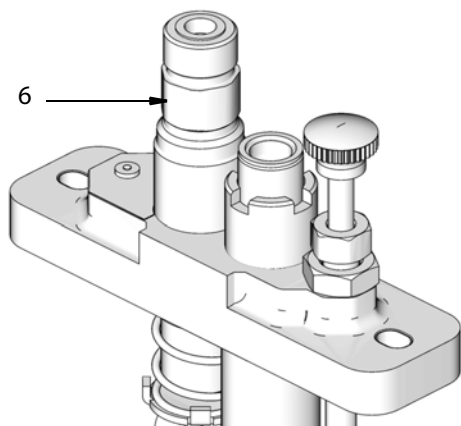

Рис. 8
2. Соедините смазочную линию с выпуском насоса (6), (Рис. 8) (также см. стр. 15 и 16).